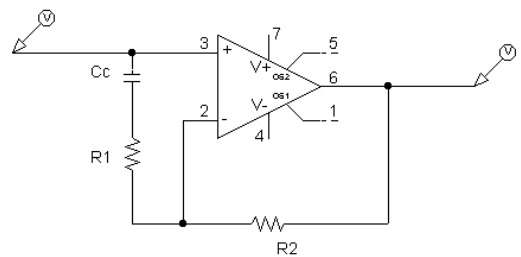

Figura 1 Amplificador compensado por subred
2. Diseñar la subred de compensación, C_c , R_1 y R_2 , para que el circuito de la figura 1 sea estable, utilizando el operacional descrito anteriormente.
3. Representar el diagrama de Bode (módulo y argumento) de la respuesta en frecuencia del circuito de la figura 1 con los valores calculados en el punto 2.